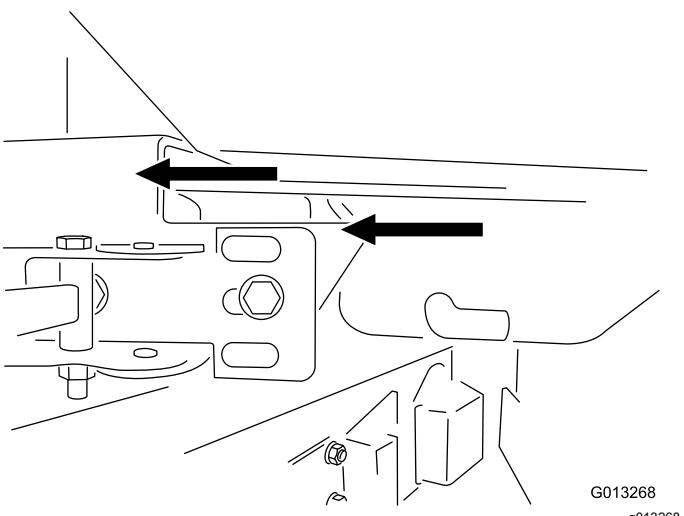

Рисунок 3
5. Оставив транспортер подсоединенными к поворотному устройству, с помощником, поднимите поворотное устройство, разместив его по месту, и выравняйте места расположения пластмассовых опор по стрелкам расположения крепежных кронштейнов (Рисунок 3).